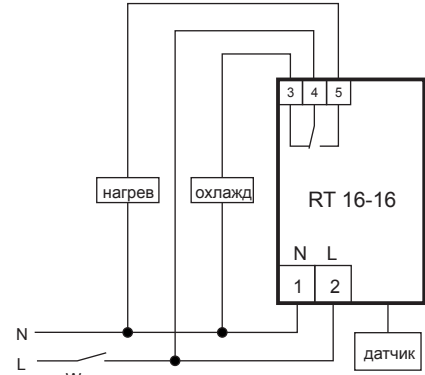

Рис. 2: схема подключения нагрузки мощностью до 2,2 кВт к устройству
5.2. Если устройство работает на **нагрев**, нагрузка подключена к нормально-разомкнутому контакту реле (вывод 5 устройства, рис. 2). При этом **светящийся красный светодиод** будет указывать на то, что реле замкнуто и нагревательный элемент включён. При достижении установленной температуры реле размыкается и отключает нагревательный элемент, светодиод гаснет.
5.3. Если устройство работает на **охлаждение**, нагрузка подключается к нормально-замкнутому контакту реле (вывод 3 устройства, рис. 2). Если температура **выше** установленного значения, охлаждающая установка включена, **светодиод не горит**. Если температура **соответствует** установленному значению, охлаждающая установка выключена, **светодиод горит**, что указывает на то, что температура находится в пределах установленных значений и охлаждающая установка отключена. При повышении установленной температуры контакты реле включают охлаждающую установку, светодиод гаснет.
7.2. Если мощность нагрузки не превышает **2,2кВт**, подключите нагрузку к изделию согласно рис.2. Для этого используйте одножильный или многожильный провод с двойной или усиленной изоляцией, сечением, соответствующим мощности нагрузки. **Фазное** напряжение подается на контакты **2** и **4** изделия. Напряжение может подаваться через выключатель **W** или напрямую.